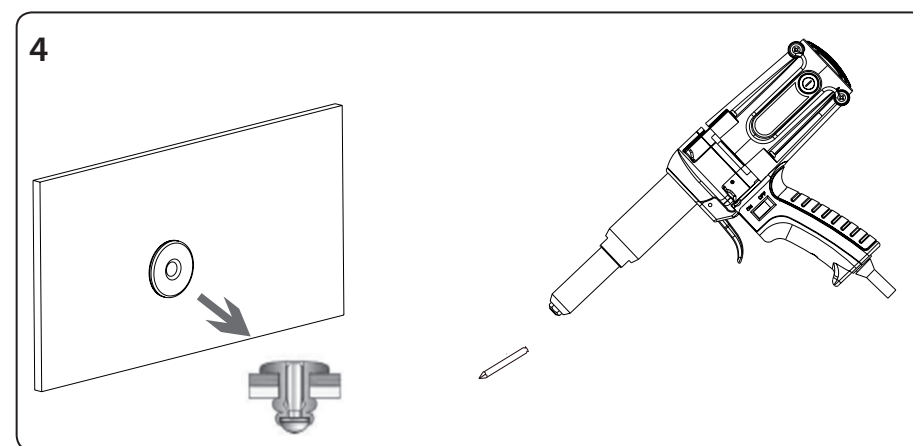

Fig.6
d) Después de soltar el disparador de la pistola remachadora, el remache será extraído y se arranca el mango del remache que se liberará del cañón de la pistola, véase el paso 4, fig. 6.